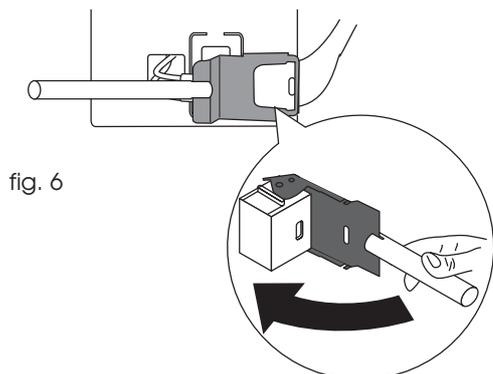

fig. 6
- 4) Cierre la palanca de bloqueo del empalme rápido. Para facilitar la operación de cierre, utilice el alargador suplementario introduciéndolo en la misma palanca (consulte la fig. 6) y dele vueltas hasta el cierre completo.